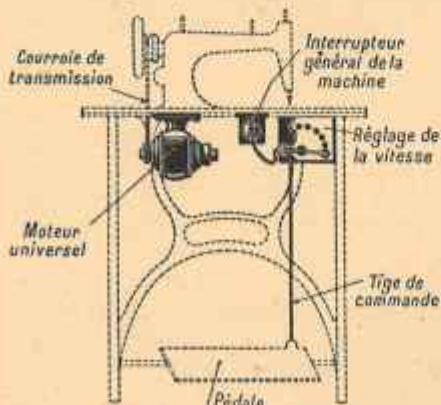

FIG. 132. — Moteur universel entraînant une machine à coudre.
moteurs qui s'adaptent sans difficulté aux machines à coudre à pédale (fig. 132) : on s'arrange alors pour que la mise en marche, les variations de vitesse (2) et l'arrêt soient réalisés par la pédale ; les deux mains de l'opératrice restent alors entièrement libres.